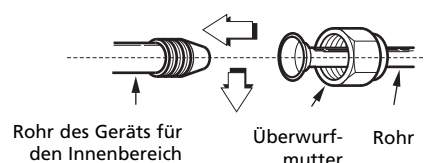
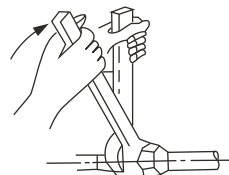

Abb. 18
Abb. 19
- Schrauben Sie die Überwurfmutter gut mit den Fingern an und drehen Sie diese dann mit einem Schraubenschlüssel und einem Drehmomentschlüssel wie gezeigt fest (siehe Abb. 18 und Abb. 19).